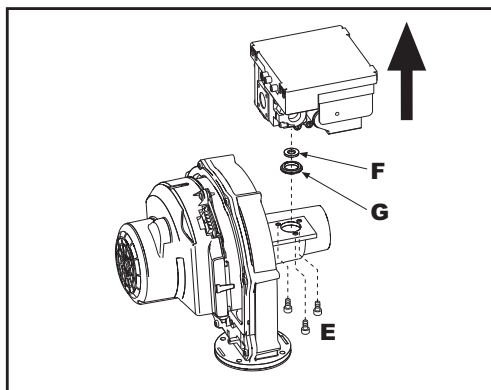
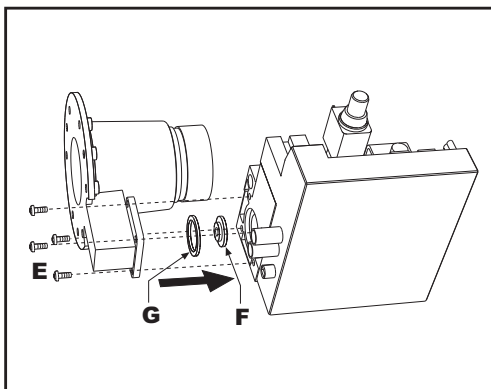

fig. 57 - modelul ENERGY TOP B 80 - 160
fig. 58 - modelul ENERGY TOP B 125 - 250
7. Deșurubați șuruburile de fixare "E" (fig. 57 modelul ENERGY TOP B 80 - 160 și fig. 58 modelul ENERGY TOP B 125 - 250) și scoateți valva de gaz.
8. Înlocuiți duza de gaz "F" (vezi fig. 57 pentru modelul ENERGY TOP B 80 - 160 și fig. 58 pentru modelul ENERGY TOP B 125 - 250), poziționând-o în interiorul garniturii "G", cu cea aflată în kitul de transformare. Montați la loc componentele și verificați etanșeitatea.